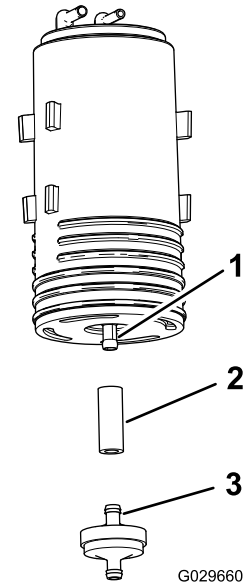

図 45
- 外したカーボンキャニスタの下側のフィッティングからフィルタと短いホースを取り外す 図 45。
- 新しいカーボンキャニスタの下側フィッティングに、ホースを接続する 図 45。
- ホースに、新しいカーボンキャニスタのフィッティングを取り付ける 図 45。